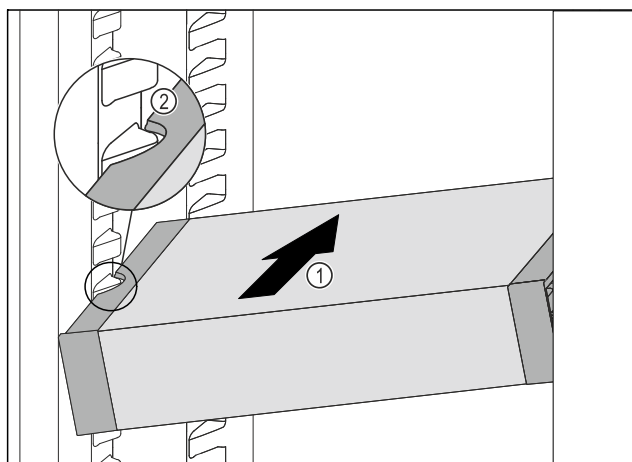

Fig. 179
- ▶ Zasuňte VarioSafe do chladničky pod úhlem tak Fig. 179 (1), aby vybrání na bocích Fig. 179 (2) VarioSafe byla na úrovni žebrování na nádoby v chladničce.